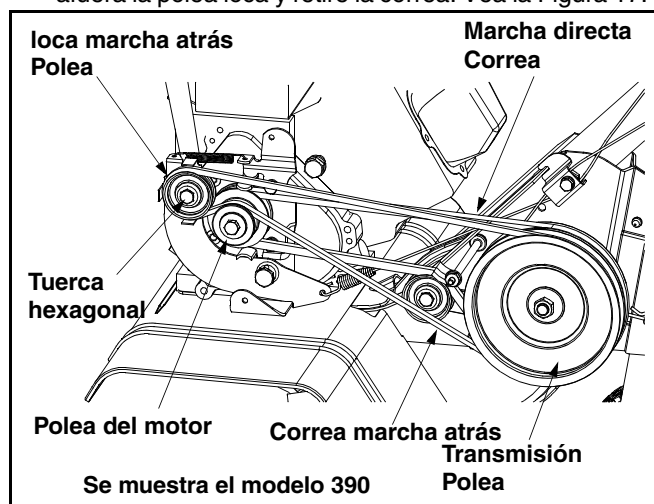

Figura 17
- Retire la tuerca hexagonal que fija la polea loca de marcha atrás a la ménsula intermedia. Deslice hacia afuera la polea loca y retire la correa. Vea la Figura 17.